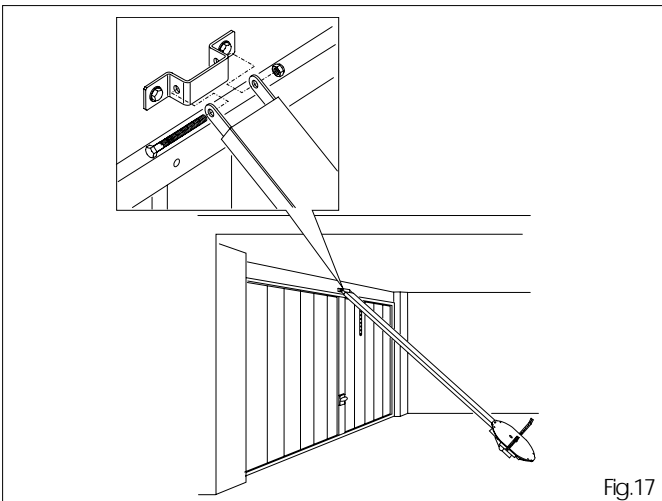

Fig.17
- 6.6 Positionner l'opérateur à terre, soulever le longeron de glissement et se placer à proximité de la bride; introduire la vis et serrer l'écrou (fig.17).